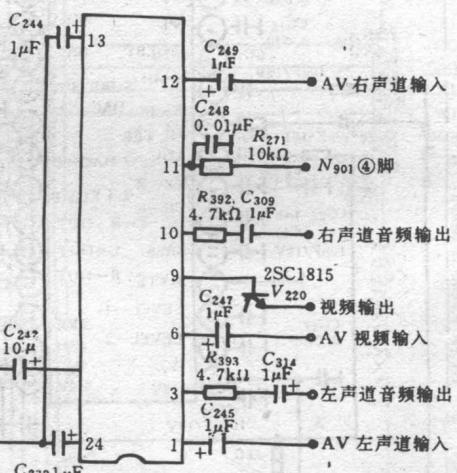

图 2 AV/TV 转换外电路
在 TV 状态：微处理器  $N_{901}$  (TMP47C837N)⑦脚输出高电平，经隔离电阻  $R_{963}$  后分成两路。一路到  $N_{202}$  (TA8628N)的④脚，作为 AV/TV 开关控制信号，因输入控制电压为高电平，而使  $N_{202}$  转换块内部三组开关均接入 TV 端（见图 2），从而将⑥脚送入的 AV 视频信号切断，同时将②脚及⑪脚分别送入的左、右声道 AV 音频信号切断。而将⑯脚送入的 TV 视频信号经接通的开关从⑨脚输出，并送入图像通道最终在显像管荧光屏上呈现 TV 彩色图像。另外从⑬、⑭脚送入的 TV 音频信号，分别经两组 TV 开关接通并分别从③、⑩脚输出左、右声道音频信号，送入低放双音频放大电路  $N_{301}$  (TA8211AH)的②、④脚，在  $N_{301}$  内部放